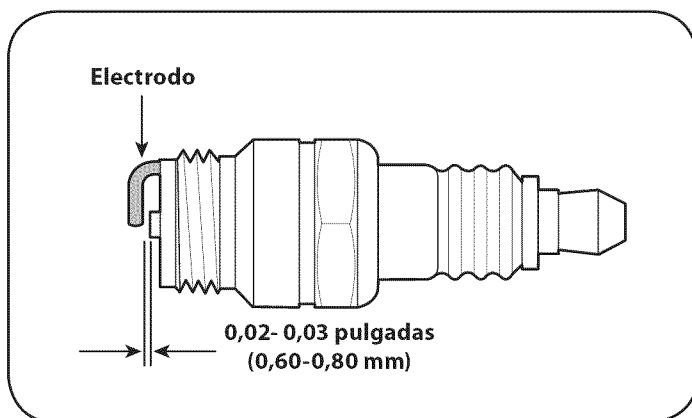

Figura 19
- Mida la separación de bujía con un calibrador. Corrija de ser necesario torciendo el electrodo lateral. Vea la Figura 19. La separación debe establecerse entre 0,02 y 0,03 pulgadas (0,60-0,80 mm).